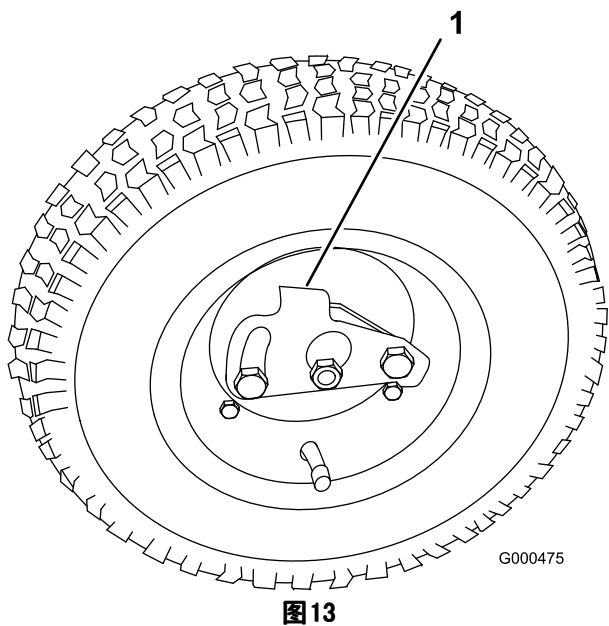

图13
2. 将行走轮锁定夹压向轮的中心，然后将行走轮滑到六角轴上（图13）。